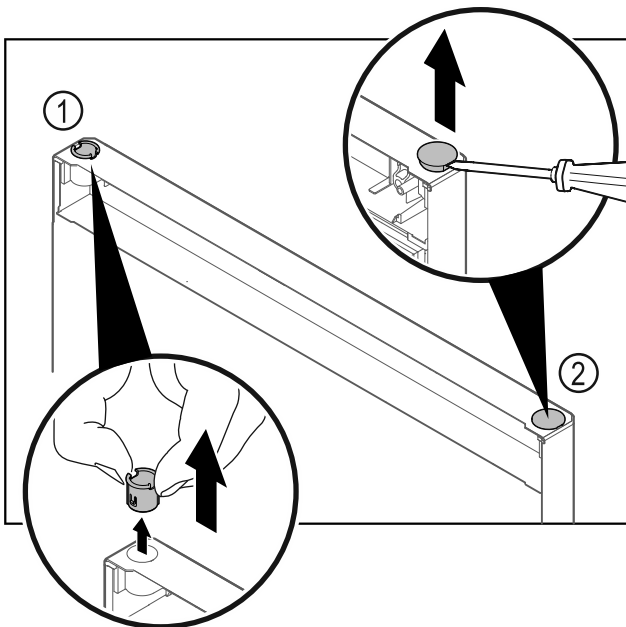

Fig. 18
- Scharnierbus Fig. 18 (1) met de vingers eruit trekken.
- Afdekstop Fig. 18 (2) voorzichtig met een sleufschroevendraaier optillen en eruit trekken.